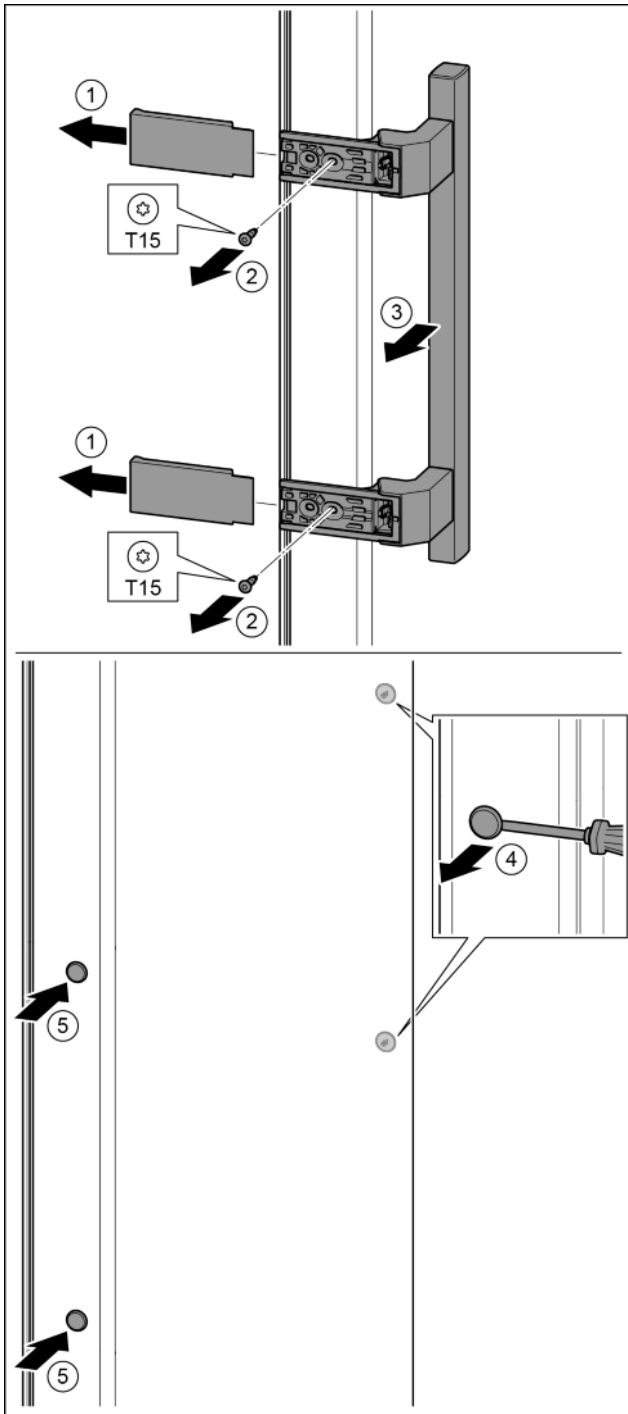

Fig. 38
- ▶ Abdeckung abziehen. *Fig. 38 (1)*
- ▶ Schrauben mit Schraubendreher T15 herausdrehen. *Fig. 38 (2)*
- ▶ Griff abnehmen. *Fig. 38 (3)*
- ▶ Seitlichen Stopfen vorsichtig mit einem Schlitzschraubendreher anheben und herausziehen. *Fig. 38 (4)*
- ▶ Stopfen auf der anderen Seite wieder einsetzen. *Fig. 38 (5)*